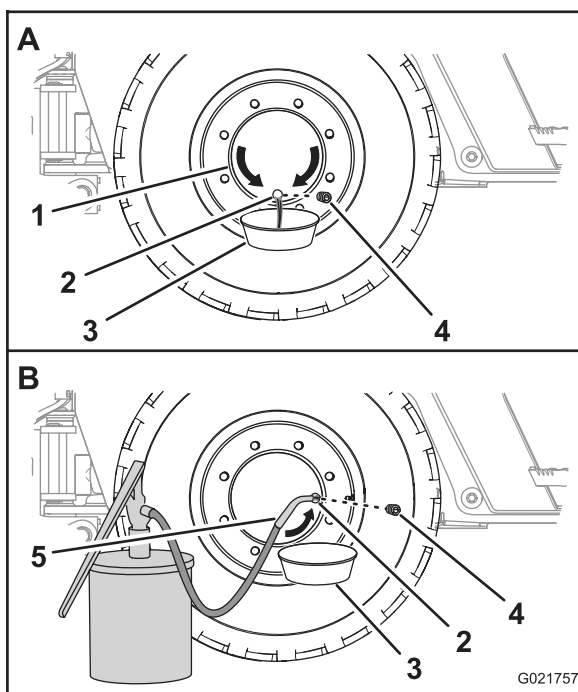

Рисунок 65
1. Переместите машину вперед или назад так, чтобы пробка маслозаливного отверстия ступицы колеса находилась в положении на «6 часов» (Рисунок 65).
- Подставьте сливной поддон под сливное отверстие ступицы колеса (Рисунок 65).
- Отверните пробку и слейте масло из планетарного редуктора (Рисунок 65).
- Переместите машину вперед или назад так, чтобы пробка ступицы колеса находилась в положении на «3 часа» или «9 часов» (Рисунок 65).